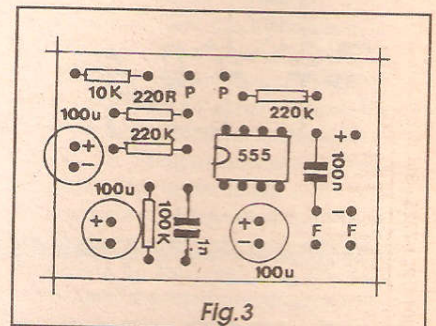

Fig.3
- FIG. 3 - CHAPEADO DA MONTAGEM - Na figura anterior, vimos a plaquinha pela sua face cobreada... Agora o impresso é mostrado pela sua face não cobreada, o lado onde ficam os componentes... Estes têm suas estilizações, posições, polaridades, valores e códigos - todos - demarcados, tornando a montagem uma verdadeira brincadeira... É só seguir tudo com atenção, passo a passo, sem pressa... Na eventualidade de *pintar* alguma dúvida, APE mantém como encarte permanente (assim como ocorre com as INSTRUÇÕES GERAIS...) o TABELÃO, onde se pode obter informações visuais de identificação de terminais, leitura dos códigos de valor, etc., a respeito da maioria dos componentes utilizados nas montagens... *Vão lá*, se precisarem...! Os pontos mais importantes, nas inserções e soldagens, referem-se aos componentes polarizados, cujas posições *não podem ser invertidas* (caso em que o circuito não funcionaria, e o próprio componente poderia sofrer danos...): o integrado, com sua extremidade marcada claramente indicada, e os três capacitores eletrolíticos, todos com suas polaridades de terminais também anotadas... Quanto aos resistores e capacitores comuns (componentes *não polarizados*...), o fundamental é ler corretamente seus valores, e posicioná-los na placa de acordo... Finalizadas as soldagens, uma última conferência deve ser feita para ver